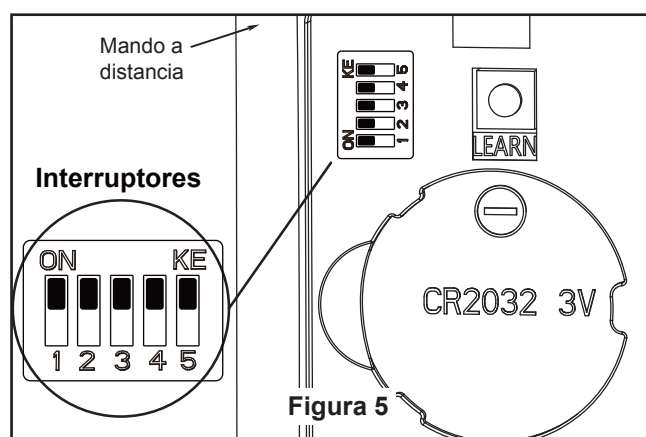

Figura 5
- ☐ **7.** Para configurar el código del mando a distancia a las mismas posiciones que en el receptor. Mueva los interruptores de código hasta colocar el código de selección en la posición arriba o abajo. Con un destornillador pequeño o con una lapicera (no se incluye) deslice firmemente hacia arriba o hacia abajo. (Figura 5)